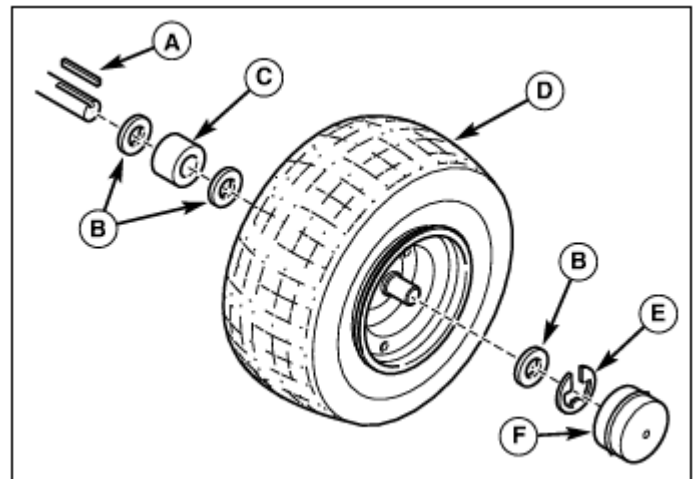

図 18 リアアクスル
5. 分解の逆の手順で組み付けます。機械を地面まで下げます。この時キー（図 18 の A）がキー溝と確実に合っているか確認して下さい。